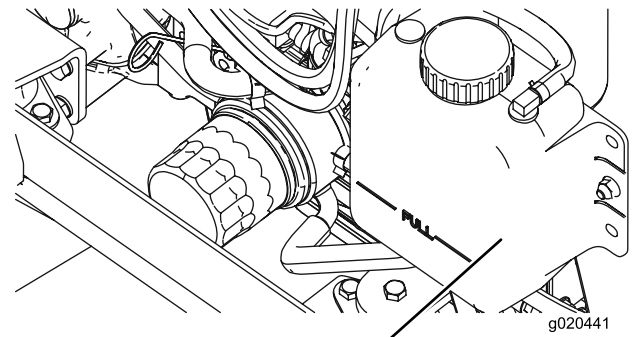

Figura 65
1. Retire cuidadosamente el tapón del radiador y el tapón del depósito de expansión (Figura 65).